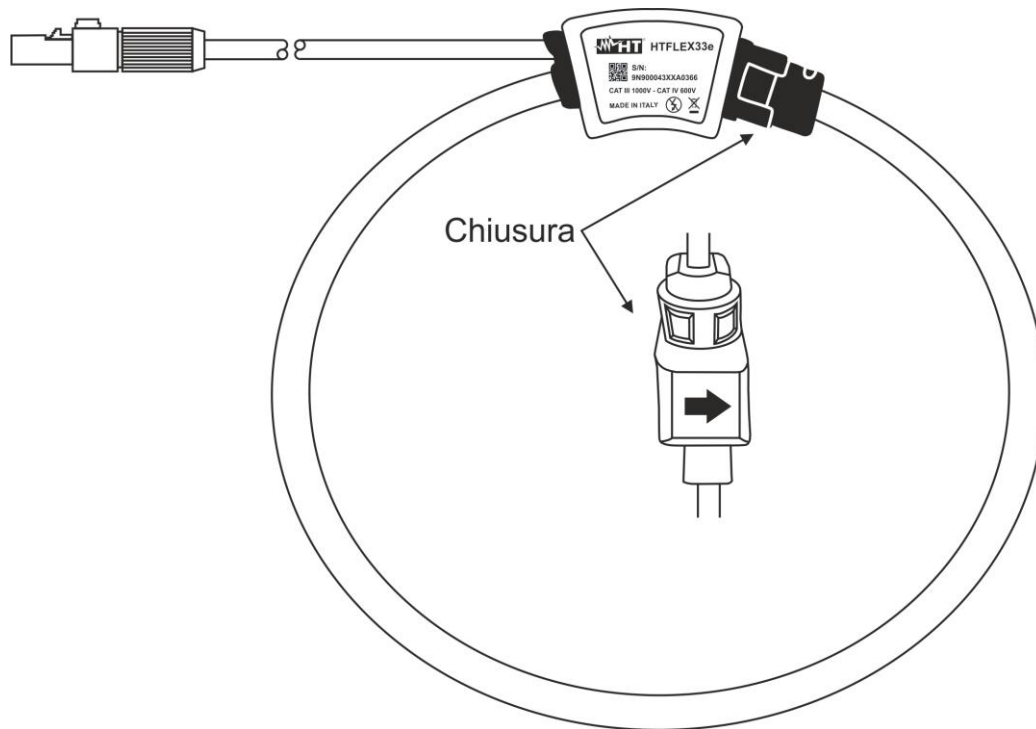

Fig. 2: Descrizione della pinza HTFLEX33e
Il modello HTFLEX33e, leggero e flessibile, è un trasduttore a pinza di corrente che può essere avvolto attorno alla maggior parte dei conduttori. La testa flessibile ha una curvatura predefinita che permette l'inserimento con facilità intorno al conduttore (vedere Fig. 2). La versatilità applicativa ed il grado d'isolamento differenziano il trasduttore HTFLEX33e dagli altri metodi di misura della corrente. Esso è costruito utilizzando materiali non ferrosi, minimizzando in tal modo qualsiasi influenza per accoppiamento magnetico sul circuito sotto test.
La pinza flessibile HTFLEX33e, a differenza di quanto gli attuali TA richiedono, è stata progettata per permettere all'operatore il posizionamento attorno al conduttore senza interromperlo. Sebbene l'uscita della pinza sia in AC, in alcuni casi può essere necessario orientare il trasduttore in modo tale che ai terminali di uscita la polarità sia definita (ex: misure di potenza). Ciò può essere fatto installando la testa flessibile attorno al conduttore prestando attenzione che la freccia presente sul dispositivo di chiusura (vedere la Fig. 2) sia rivolta nella direzione dove, per convenzione, scorre la corrente, ovvero dal generatore al carico. Qualora si eseguano misure su impianti trifase, occorre inoltre rispettare la corrispondenza tra sonda voltmetrica dello strumento di misura collegato e il trasduttore a pinza relativo alla medesima fase.
1. Avvolgere la bobina intorno al conduttore, congiungendo le due estremità della pinza rispettando la freccia presente sul dispositivo di chiusura (vedere la Fig. 2) che indica per convenzione la direzione della la corrente da generatore a carico